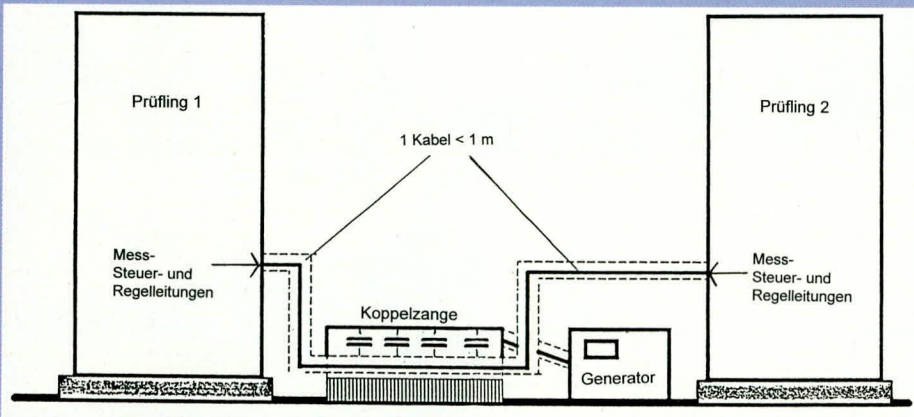

Bild 14: Beispiel eines Meßaufbaus mit kapazitiver Koppelstrecke
2. Einkopplung in Signalleitungen (Bild 14)
In Abbildung 14 ist ein Beispiel eines Meßaufbaus mit kapazitiver Koppelstrecke dargestellt.